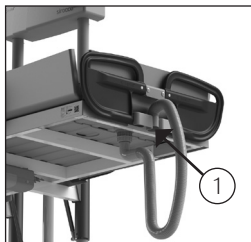

Figura 8 Drenaje de agua.
El agua se drena del Sirocco Basic / Sirocco Deluxe a través de una manguera de drenaje. Para ello, retire la manguera del hueco (1) y diríjela hacia el punto de drenaje más bajo posible (Ver la figura 8). Durante el transporte, encaje siempre la manguera en el hueco de la placa horizontal para evitar fugas y goteos.